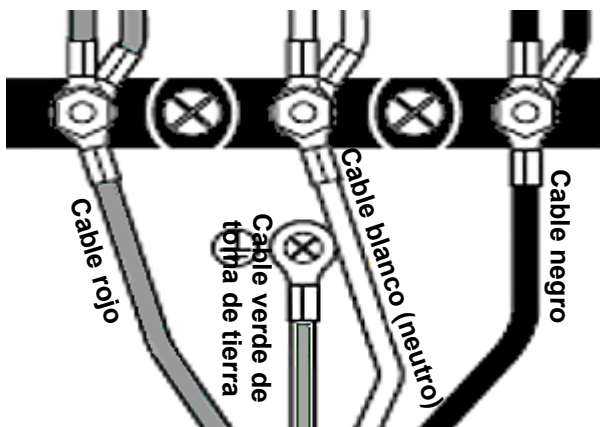

Figura 17: Conexión de cuatro cables
3. Fije el cable neutro de toma de tierra del circuito de alimentación al contacto central de la caja de conexiones con una tuerca (vea la *Figura 17*).